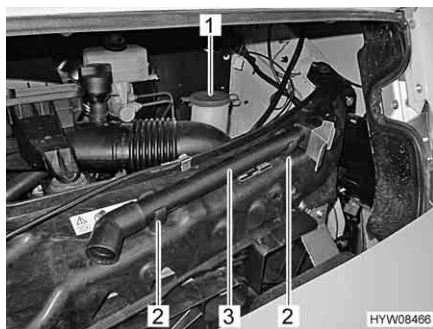
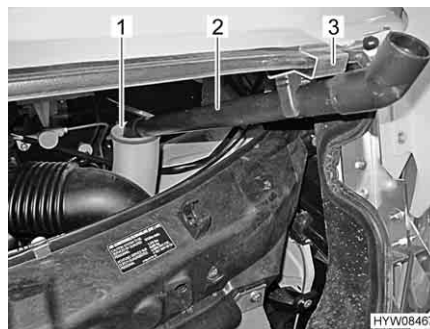

Fig. 29 Bocchettone di riempimento (contenitore dell'acqua di lavaggio)
Fig. 30 Bocchettone di riempimento con prolunga
- Rimuovere il coperchio (Fig. 29,1) del bocchettone di riempimento del contenitore dell'acqua di lavaggio.
- Tirare la prolunga (Fig. 29,3) verso l'alto per estrarla dai due supporti (Fig. 29,2).
- Infilare l'estremità sottile della prolunga (Fig. 30,2) nel bocchettone di riempimento (Fig. 30,1) e agganciarla con il supporto (Fig. 30,3) nella mascherina anteriore (Fig. 30).
- Rimuovere la prolunga (Fig. 30,2) e spingerla dall'alto fino ad inserirla nei due supporti (Fig. 29,2) (Fig. 29).
- Premere il coperchio (Fig. 29,1) sul bocchettone di riempimento del contenitore dell'acqua di lavaggio.